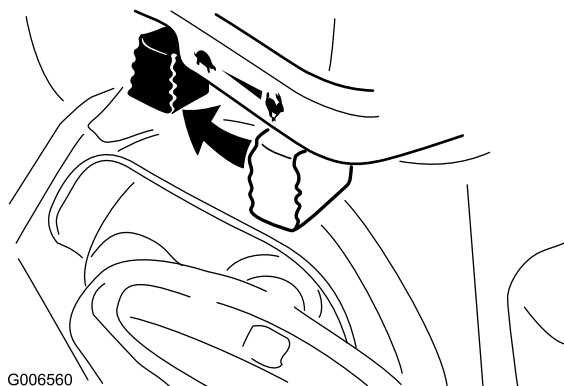

Figure 25
- Déplacez la commande d'accélérateur en position Bas régime, puis en position Arrêt (Figure 25).